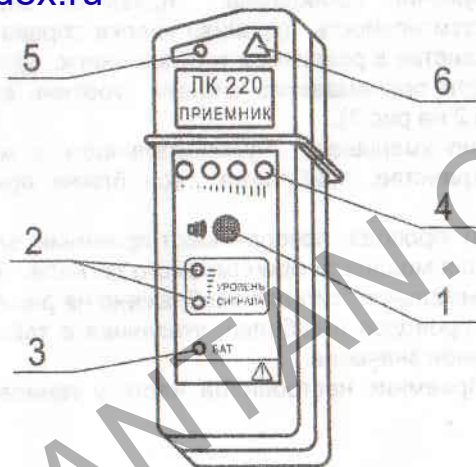

Рис. 3
6.2 Внешний вид приёмника изображён на рис.3
6.5 Для обнаружения проводника приемник вначале включают на максимальную чувствительность (крайняя кнопка справа). Меняя положение приемника в пространстве в различных направлениях, движутся в направлении увеличения мощности принимаемого сигнала (уровень сигнала отображается светодиодами – поз.2 на рис.3).